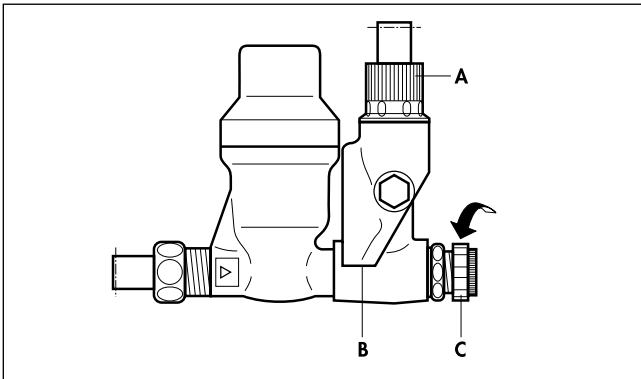

Рис. 2 Группа безопасности
- в сливное отверстие (В, рис. 2, стр. 8) и клапан избыточного давления
При появлении утечки воды в трубе между водонагревателем и водоразборной точкой, закройте, пожалуйста, запорный вентиль холодной воды у водонагревателя (С, рис. 2, стр. 8) и сообщите сервисной службе о необходимости устранения течи.
Сточная арматура, сливное отверстие (В, рис. 2, стр. 8), а также вытекающая вода могут нагреваться до температуры 85°C.
Во время нагрева объем воды увеличивается, и из сливного отверстия (В, рис. 2) капает вода. Поэтому ни в коем случае не допускается перекрывать клапан избыточного давления, или соответственно, сливное отверстие!